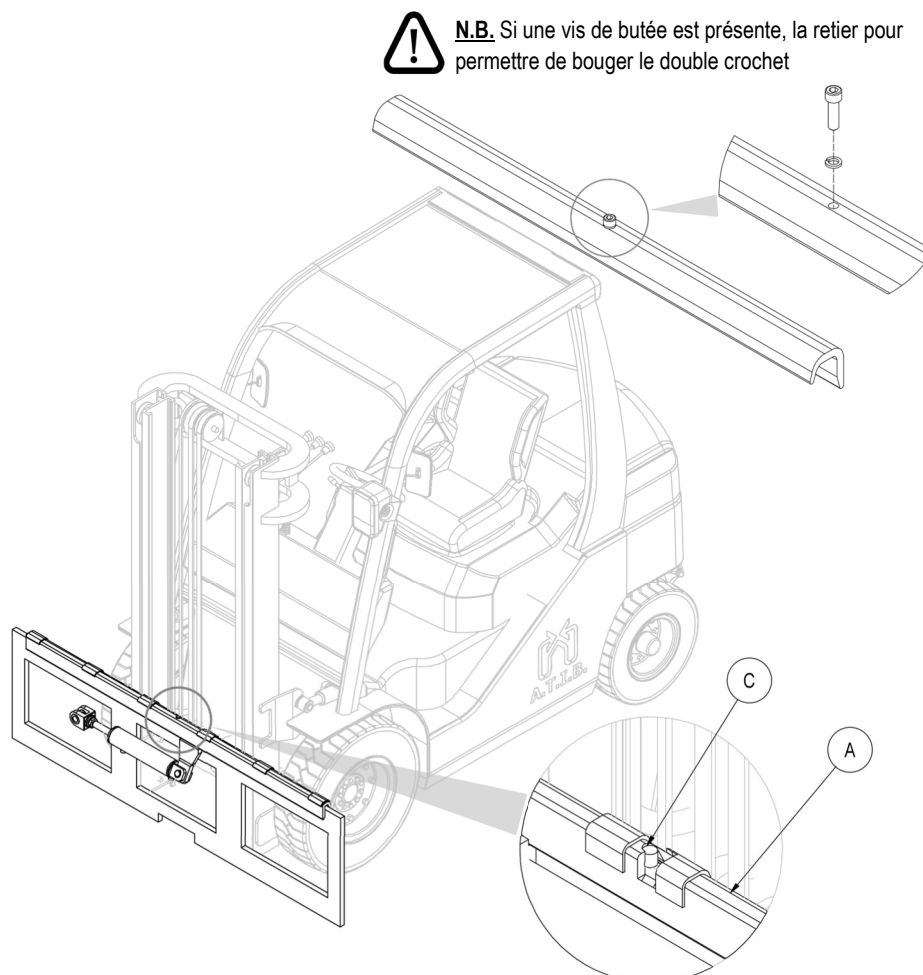

Figure 3
5. Prendre le double crochet **A** (avec ses bagues de guidage et son vérin de translation), et le placer sur le profil supérieur du tablier porte-fourches, en prenant soin d'encastrer la broche de centrage **C** dans l'encoche centrale de celle-ci (voir Figure 3).